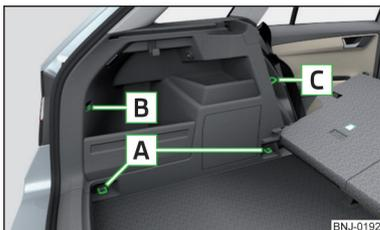

Fig. 81
Aperçu des éléments de fixation » fig. 81
- Les œillets d'ancrage **A** » fig. 81 à la page 89 ne peuvent pas être utilisés pour la fixation de filets, lorsque le plancher de chargement variable se trouve en position supérieure » page 93¹⁾.